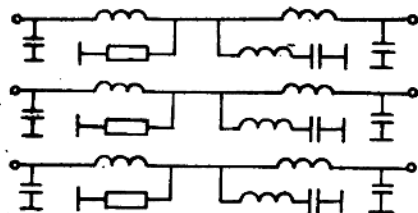

图15-3-4 LB-300型电源滤波器
(6) 电源滤波器 本设备采用LB-300型电源滤波器,其作用是防止振荡器的基波或谐波传到电源而造成无线电干扰,其电气原理图如图15-3-4所示。